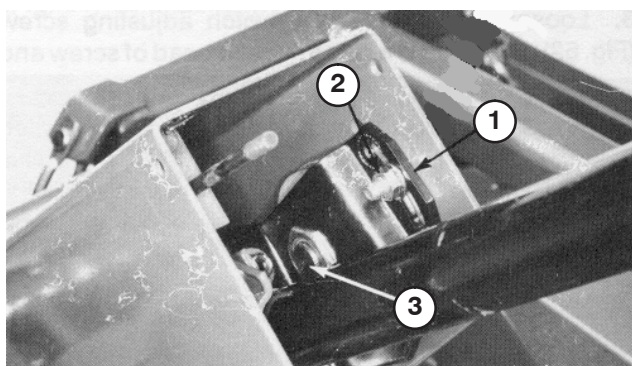

Figure 64
1. Retirez le bouton de la tige du frein de stationnement et les vis autotaraudeuses du couvercle de la colonne de direction. Faites coulisser le couvercle en haut de l'arbre de direction pour exposer le support de pivot (Fig. 64).
2. Desserrez le petit écrou et tournez le support de pivot jusqu'à ce qu'il serre le gros écrou situé dessous (Fig. 64). Resserrez le petit écrou.